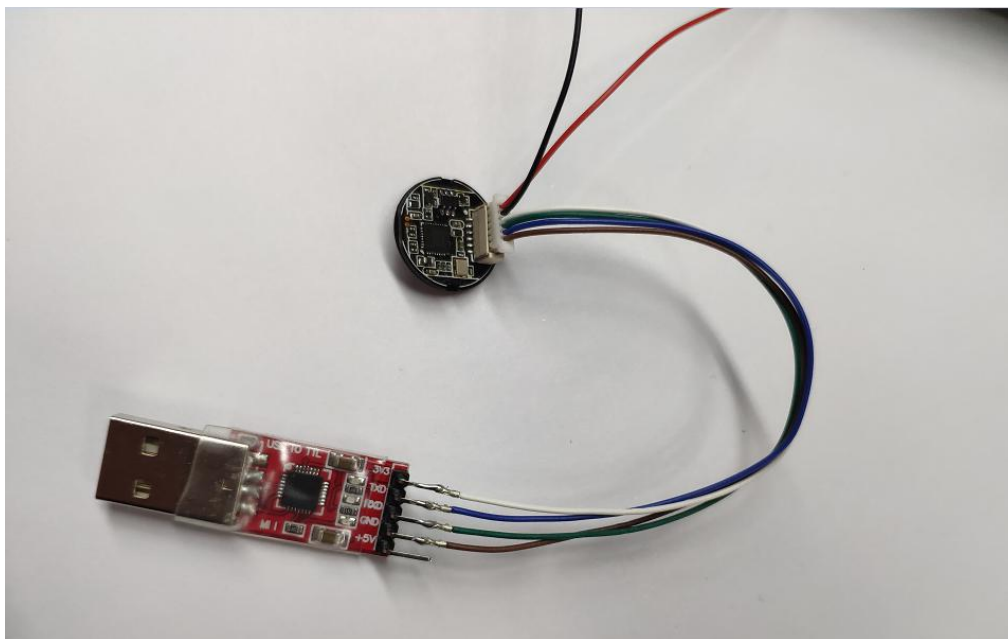

图 4-1 串口通信方式连接图
- ◆ 串口方式：请参考图 4-1 方式连接模块至 PC 电脑。